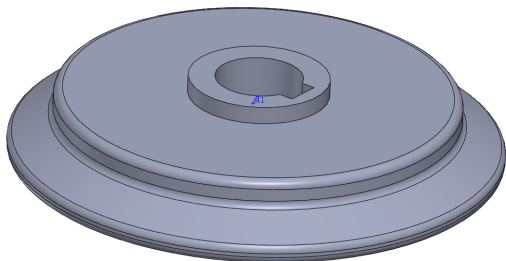

图 8-4 打开素材模型
(1) 单击常用工具栏中的【打开】按钮，打开一幅素材模型，如图 8-4 所示。